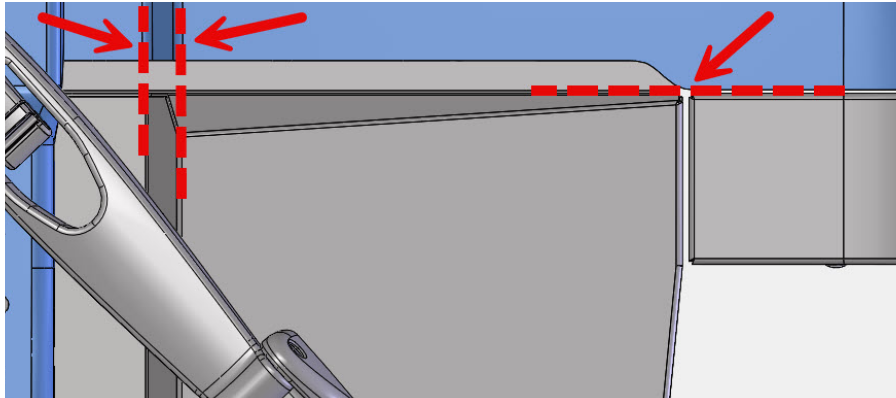

**Figura 8: Instalando el Pestillo del Capó (Lado del Piloto mostrado)**
- d. Asegúrese que los dos agujeros en la cara principal del PEC están bien alineados con los agujeros en el soporte de pestillo del capo, luego instale el pestillo del capo usando los tornillos OEM y las tuercas M8 con bridas. El pin localizador del pestillo del capo va adentro del agujero Redondo y el tornillo va a través de la ranura, como se muestra en la Figura 8.